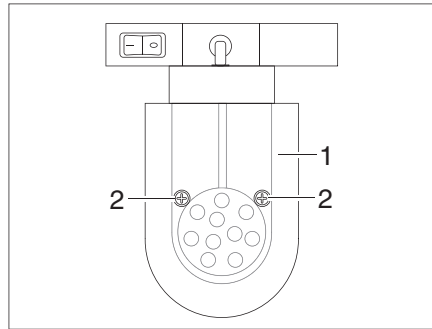

Fig. 368 Spot DEL (coulissant)
- Desserrer les vis de fixation (Fig. 368,2).
- Retirer prudemment le verre de lampe (Fig. 368,1).